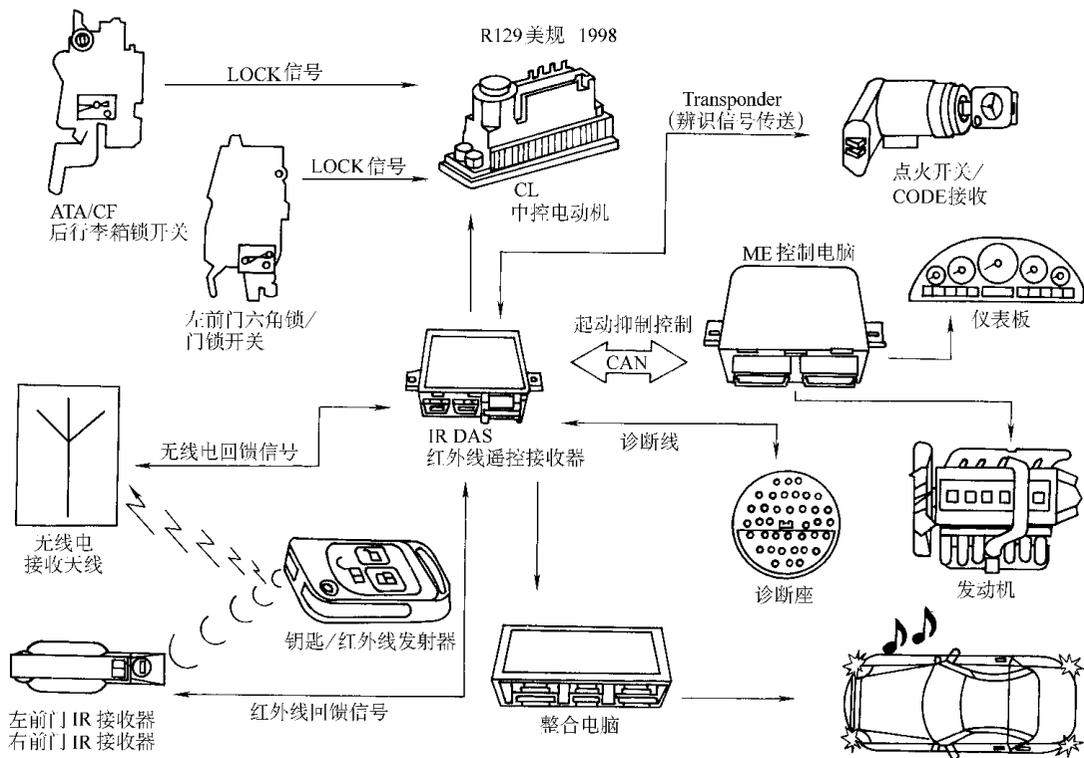
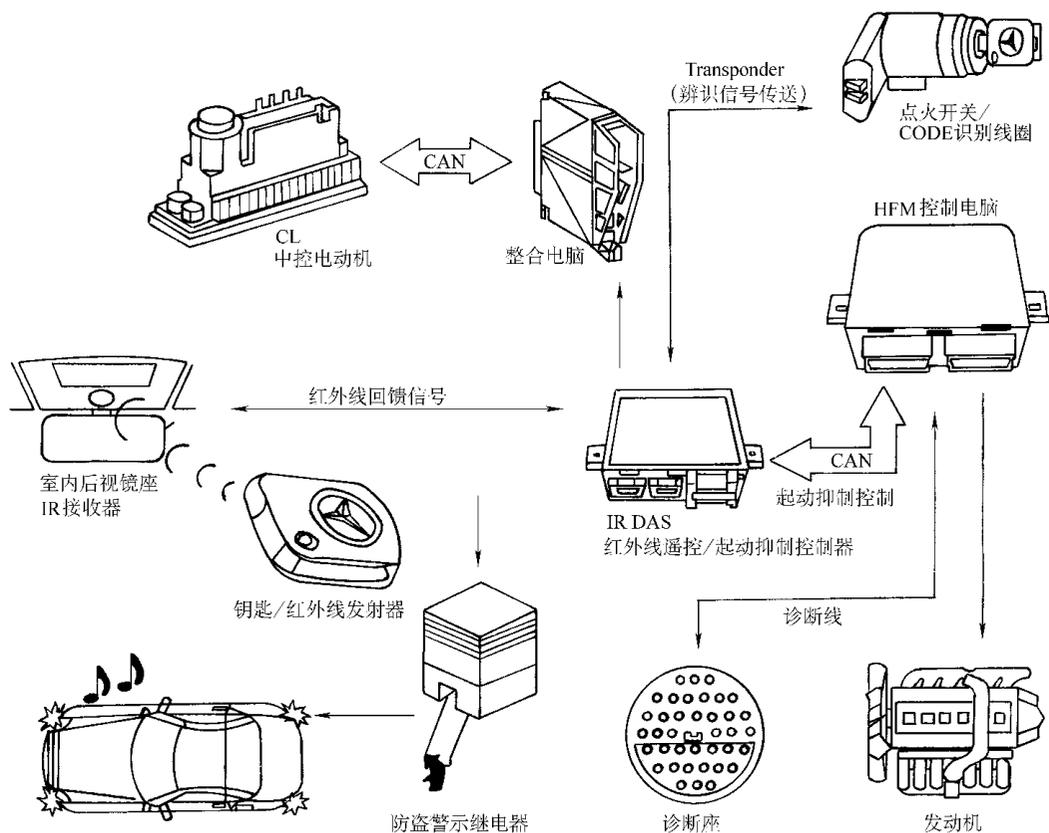

图 6-25 1998 年 W129 底盘中控防盗控制图
图 6-37 1996 年美规 R170 底盘中控防盗控制图
(2) 奔驰各种底盘中控防盗的工作示意图, 如图 6-25~图 6-37 所示。